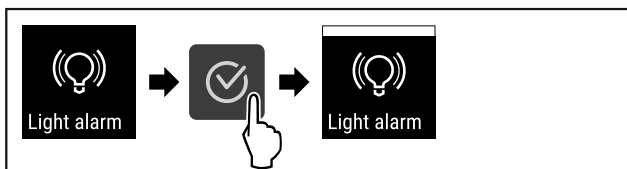

Fig. 97
- ▶ Izvedite zahtevane korake (glejte Fig. 97) .